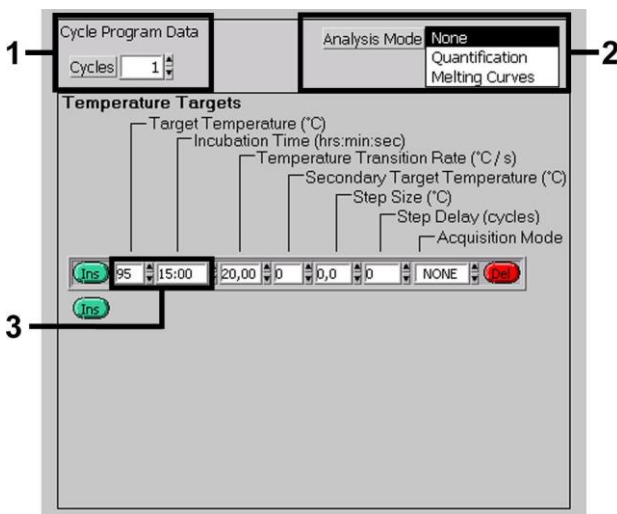

Fig. 3: Activação inicial da enzima Hot Start.
Para a detecção de ADN do Borrelia, crie no seu instrumento *LightCycler 1.1/1.2/1.5* um perfil de temperatura com os seguintes três passos (conforme as Fig. 3 a 5).
- A. Activação inicial da enzima Hot Start Fig. 3